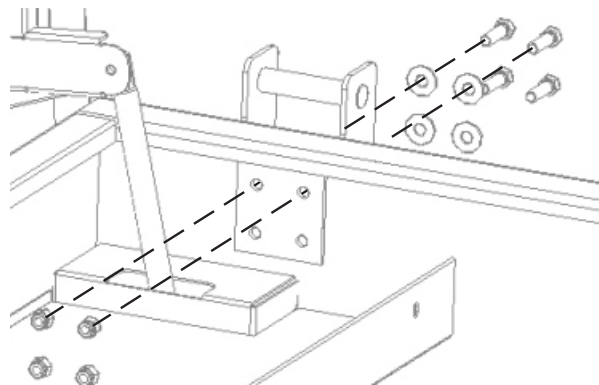

Abb. 3 (Piano-Box abgebildet)
4. Die Halterungen mit Befestigungselementen anbringen, wie in Abb. 3 gezeigt, und mit 47 Ft. Lbs (6,5 kg/m) anziehen. Alle vier Halterungen müssen verwendet werden.